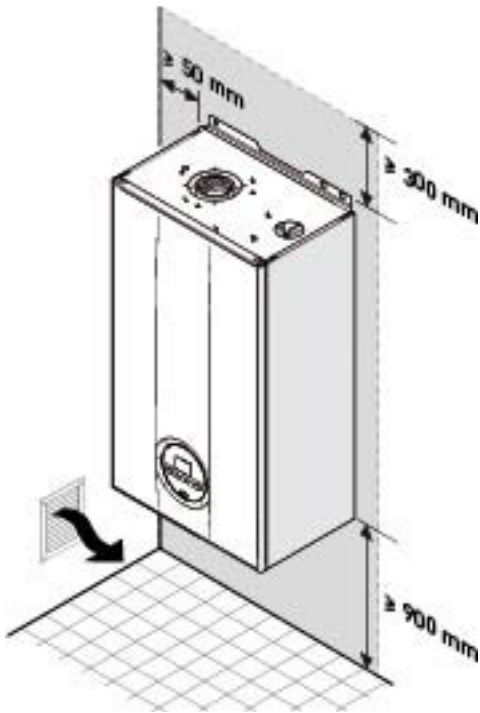

Рис. 12
- При монтаже необходимо учесть расстояния, необходимые для доступа к устройствам безопасности/регулировки и выполнения работ по техническому обслуживанию (см. Рис. 12).